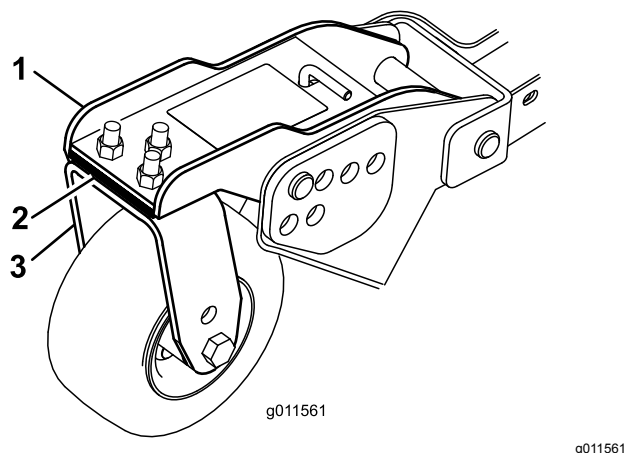

Figura 34
3. Ajuste os calços de 3 mm na(s) forquilha(s) da roda giratória de forma que coincidam com altura de corte fixada no autocolante (Figura 34).
3. Se extremidade interior da unidade de corte lateral estiver demasiado levantada em relação à ponta exterior da unidade de corte frontal, retire calço do fundo do braço da roda giratória dianteira interior na unidade de corte lateral (Figura 34).